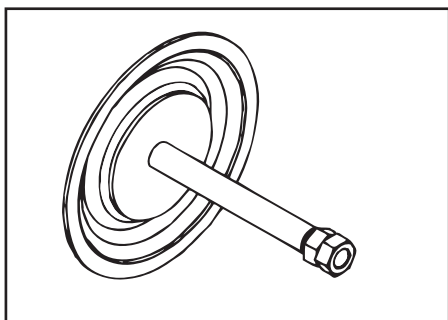

Figure 21
- Déposer l'écrou du côté opposé en se servant de l'écrou double (voir la Figure 21).